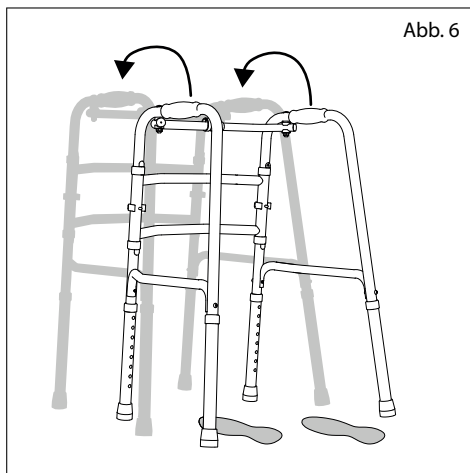

Abb. 6
Dans le cas de ce réglage, le cadre de marche est fixe, ce qui signifie que l'utilisateur déplace le cadre de marche entier d'un seul coup lors de la marche (fig. 6, chapitre 4.1).
4. Vous pouvez alors soulever le cadre de marche pour le redéposer un petit peu plus loin devant vous (fig. 6).